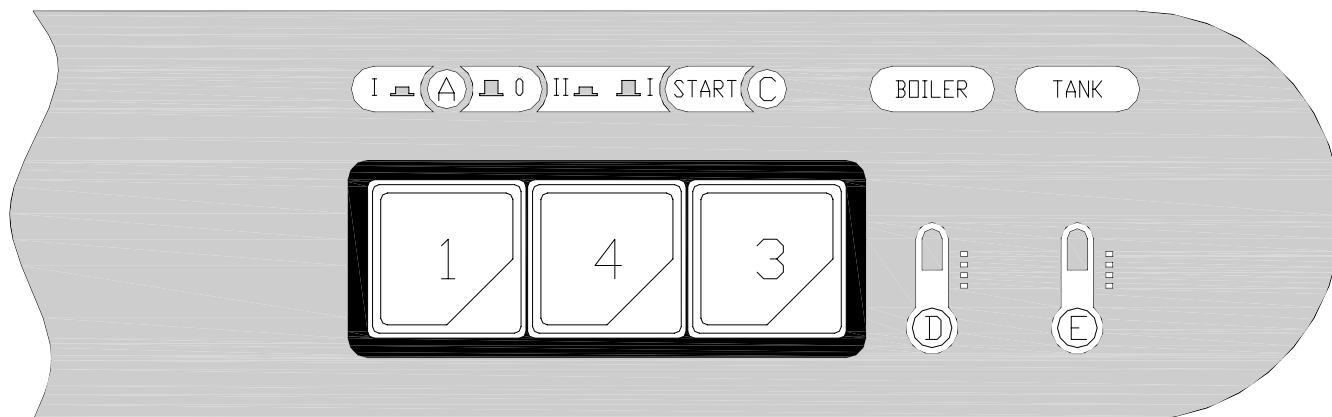

Fig. 3-2
- When the water intake cycle is complete, open the door (I) and add detergent (about 2 g. per litre of tank capacity). Position the full basket (L) and close the door (I). Select the appropriate washing cycle by pressing button (4) (short cycle (II) button pressed ÷ long cycle (I) button not pressed). Now press the START button (3) (at least for 2 seconds) and the wash cycle displayed by light (C) will start. When the cycle is over, this light goes out. To turn off the appliance, turn the switch (1) to (0). Light (A) indicates the appliance is off (Fig.3-2÷3-3).
- Nach erfolgter Füllung die Tür (I) öffnen und das Spülmittel einfüllen (ca. 2g/l Fassungsvermögen des Spülbehälters). Den gefüllten Geschirrkorb (L) einsetzen und die Tür (I) schließen. Das Programm durch Drücken des Druckknopfes (4) wählen (kurzer Spülgang (II) Taste gedrückt ÷ langer Spülgang (I) Taste losgelassen). Nun die START-Taste (3) mindestens 2 Sekunden lang drücken, und das Spülprogramm beginnt, die Kontrolllampe (C) leuchtet auf und am Programmende erlischt die Kontrolllampe. Um das Gerät auszuschalten, muß der Schalter (1) auf die Position (0) gestellt werden, die Kontrolllampe (A) erlischt. (Bild.3-2÷3-4).
- Após o enchimento abrir a porta (I) e adicionar o sabão (cerca de 2 gramas para cada litro de capacidade da máquina). Colocar o cesto (L) cheio com a louça e fechar a porta (I). Selecionar o ciclo de lavagem apertando o botão (4) (ciclo breve (II) tecla acionada ÷ ciclo longo (I) tecla desligada). A partir deste ponto, acionar o botão START (3) (pelo menos por 2 segundos) e iniciar o ciclo de lavagem, cujo funcionamento será indicado pela luz (C); ao final do ciclo a luz anteriormente indicada se apagará. Para desligar a máquina basta acionar o interruptor (1) até a posição 0 e assim a luz (A) se apagará (Fig.3-2÷3-4).